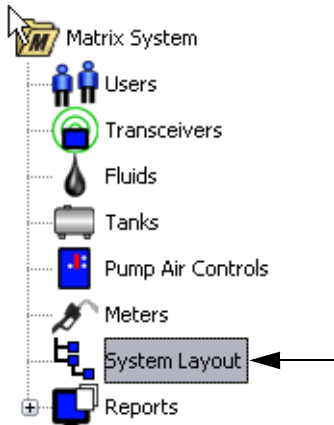

FIG. 90
1. Per visualizzare la schermata di configurazione principale System Layout (Layout del sistema), selezionare **System Layout** (Layout del sistema) dall'elenco sul pannello del sistema Matrix (FIG. 90). Prima di impostare il layout del sistema, è necessario aggiungere serbatoi (pagina 61) e dosatori (pagina 70).